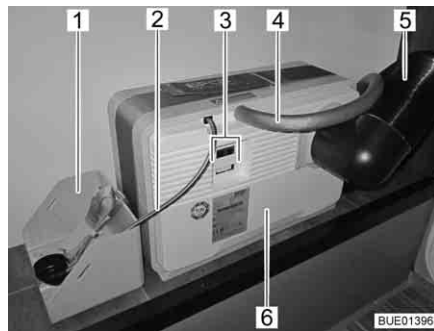
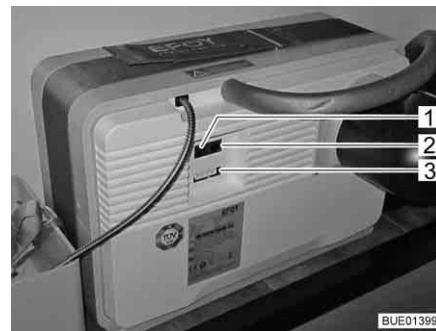

Bild 151 Brennstoffzelle mit Tankpatrone
Bild 152 Anschlussfeld Brennstoffzelle
Die Brennstoffzelle besteht aus mehreren Komponenten, die im Heckstauraum eingebaut sind (Bild 151), sowie aus einer Bedieneinheit (Bild 153) im Wohnbereich.
An der Brennstoffzelle (Bild 151,6) befinden sich:
- der Anschluss für den Abluftschlauch (Bild 151,4) bzw. die Einfüllöffnung für das Service-Fluid
- das Abwärmerohr (Bild 151,5)
- elektrische Anschlüsse (Bild 151,3) mit Datenschnittstelle (Bild 152,2), Geräteanschluss (Bild 152,3) und Anschluss für das Bedienpanel (Bild 152,1)
Zur Brennstoffzelle gehört eine Tankpatrone, die über den Tankanschluss (Bild 151,2) mit der Brennstoffzelle (Bild 151,6) verbunden ist.
Die Tankpatrone ist im Tankpatronenhalter (Bild 151,1) festgezurr.